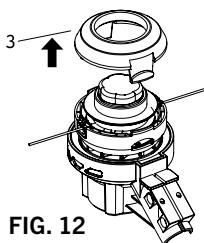

FIG. 12
2. Tout en appuyant sur les deux boutons de verrouillage de la bobine, tirez le capuchon de la bobine (3) hors du boîtier de la bobine (fig. 12).